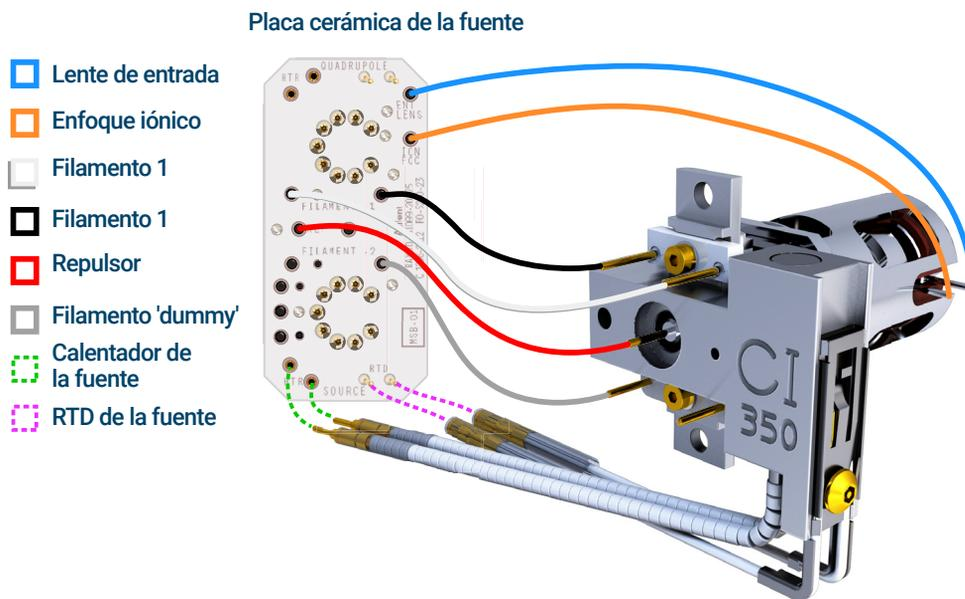

Figura 83. Cableado entre la placa cerámica de la fuente y la fuente
- 1 Use pinzas o alicates para conectar/desconectar los cables de la placa cerámica (rojo, blanco, negro y gris) de los conectores de la fuente. (Consulte la **Figura 83**).